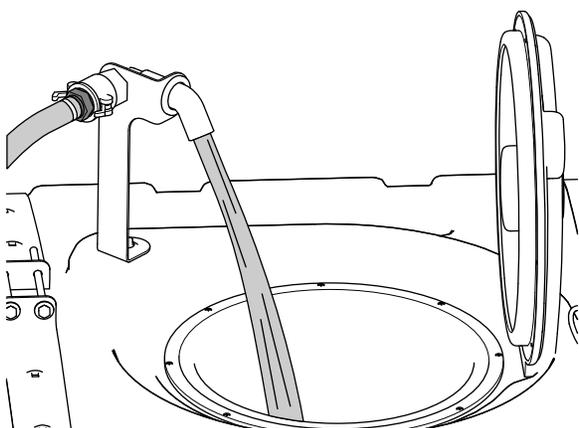

Figura 25
5. Adicione $\frac{3}{4}$ da água necessária ao depósito de pulverização (Figura 25).